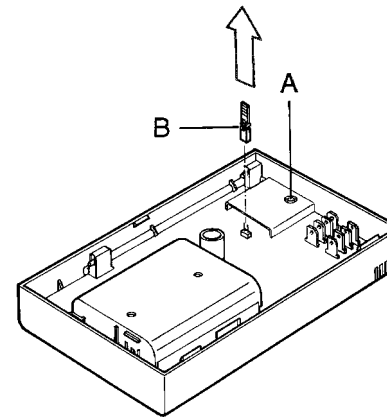

Fig. 10
Qualora, per qualsiasi motivo, fosse necessario annullare i programmi personalizzati, aprire l'apparecchio e premere il pulsante di azzeramento A (fig. 10).
Al posto del programma di riscaldamento 2, è possibile selezionare il programma di raffreddamento togliendo il ponticello **B** (fig. 10), prima di inserire le pile all'atto dell'installazione. La selezione di questo programma può essere eseguita anche in un periodo successivo all'installazione.
In questo caso, dopo aver tolto il ponticello **B**, è necessario premere il pulsante di azzeramento **A** (fig. 10). Questa operazione provoca la perdita di eventuali programmi personalizzati.
9.1 - Assicurarsi che il ponticello B (fig. 10) sia disinserito (vedere paragrafo 7.3).